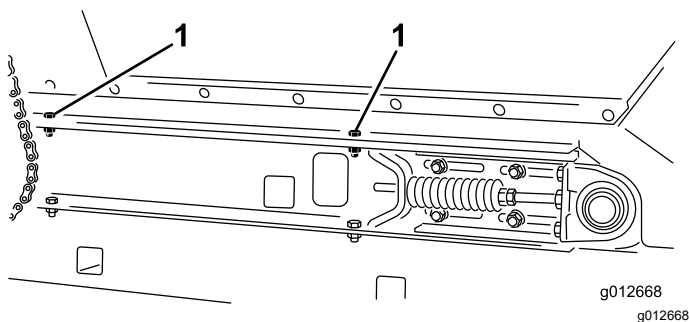

図 37
4. 装置の左右それぞれの側で、ホッパーをスライダフレームレールに固定する 図 37 スライダベッドを分解する (ページ 23)で外したキャップスクリュ2本、ワッシャ2枚、ロックナット2個を使用する。